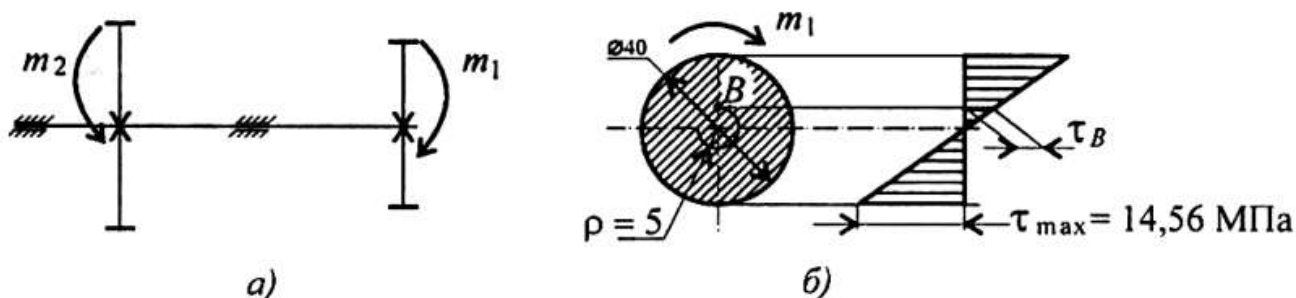

Рисунок 1 – Схема вала
Пример. Стальной вал диаметром 40 мм передает мощность 15кВт при угловой скорости 80 рад/с (рисунок 1); проверить прочность и жесткость вала, если допускаемое напряжение кручения 20 МПа. Модуль упругости при сдвиге $0,8 \cdot 10^5$ МПа. Допускаемый угол закручивания $[\varphi_0] = 0,6$ град/м. Построить эпюру касательных напряжений и определить значение касательного напряжения в точке, удаленной на 5 мм от оси вала.
6. Построим эпюру касательных напряжений в поперечном сечении (рисунок 1, б).